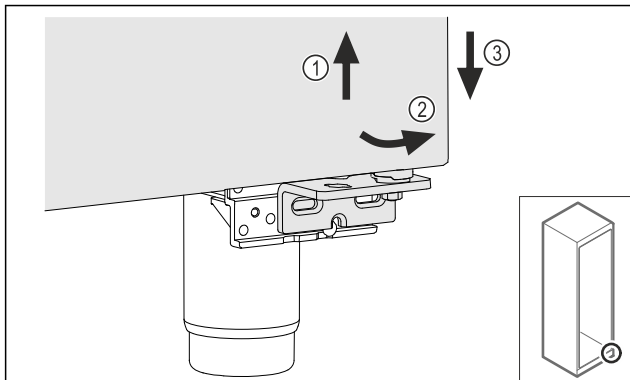

Fig. 20
- ▶ Немного приподнимите дверь Fig. 20 (1), наклоните снизу вперед Fig. 20 (2) и опустите Fig. 20 (3).